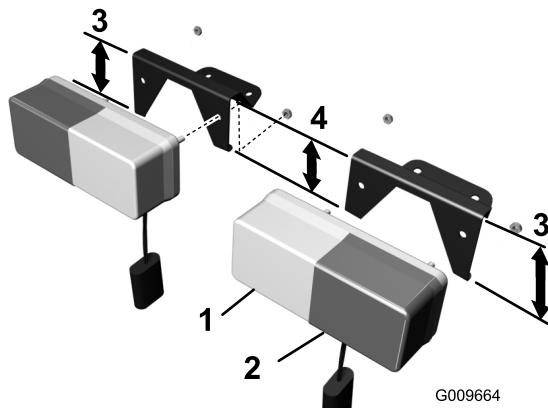

図 5
2. 方向指示器ブラケット (左用と右用) を探し出す。ブラケットの左右の別は、フェースプレートの角度と支持脚の方向 (長い脚が外側になる) で区別することができる (図 5)。
3. 各方向指示器をそれぞれのブラケットに、オレンジ色ランプ (ウインカー) が外側になるようにセットする (図 5)。